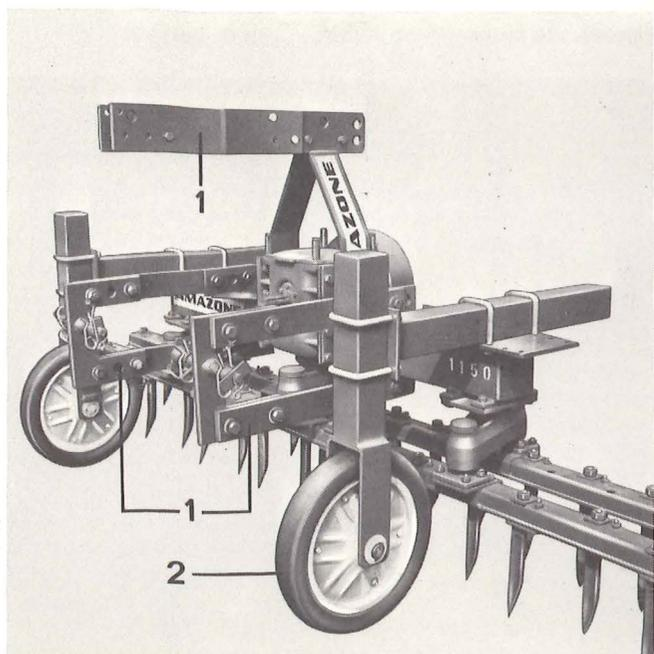

Fig. 9
- 4 – Rallonge de l'attelage 3-points fig. 9/1 (40 cm) seulement dans le cas des roues-supports placées devant la herse (fig. 9/2).
- 8 – 1 paire de roues-supports, réglables en hauteur. Soit devant la herse dans la trace des roues du tracteur, soit derrière la herse. Dans le cas des roues-supports (fig. 9/2) placées devant la herse, on a besoin de rallonges de 40 cm (fig. 9/1) pour l'attelage 3-points et d'un arbre à cardan plus long.